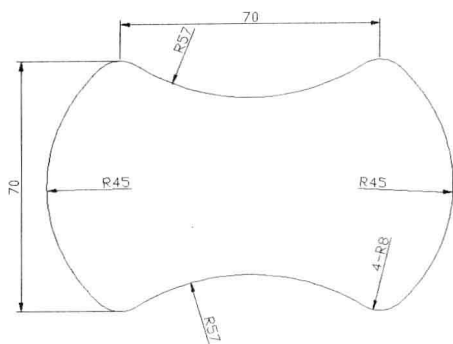

图 6-5-1
(1) 打开素材文件“6-5-2.dwg”，这是一个多边圆弧形面域，如图 6-5-1 所示。
(2) 选择菜单命令“工具 / 查询 / 面积”，或者在“实用工具”面板中单击“面积”按钮 ，命令行提示“指定第一个角点或 [对象(O)/加(A)/减(S)]”，输入“o”，按 Enter 键。
(3) 选择需要测量的对象面，命令行会显示选定对象的面积和周长，例如：